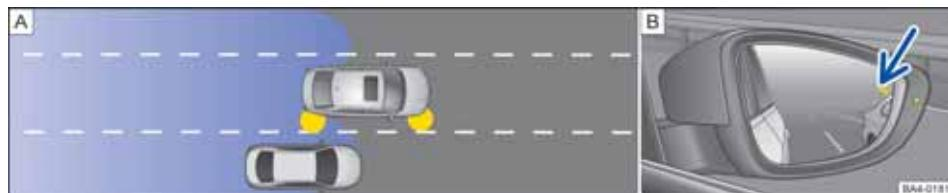

图 177 原理图：①：超车和并道的行驶状况。②：右侧车外后视镜上的盲区监控传感器显示
- 在以约 10 km/h (6 mph) 的速度差超越另一辆汽车时→图 177 A。在明显快得多的超车过程时不会出现显示。